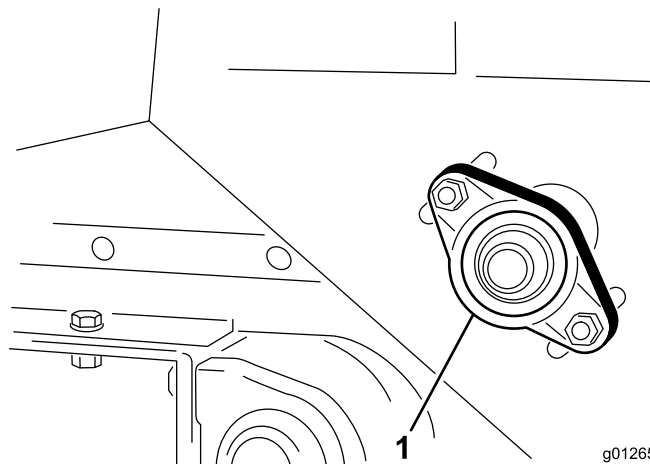

Figure 38
1. Desserrez les écrous qui fixent le logement de roulement (Figure 38) sur le côté droit de la machine.